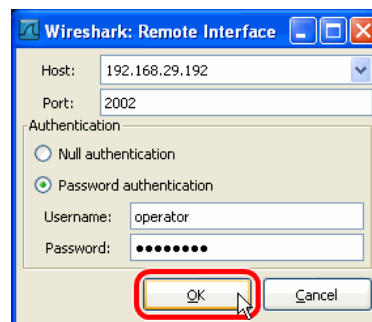

Abbildung 164: Wireshark Remote Interface Dialog.
4. Machen Sie dort die Einstellungen für **Host** und **Port** (Standard ist '2002') und geben Sie **Username** und **Password** in die entsprechenden Felder ein, falls **Password authentication** erfordert wird (siehe Abbildung 164).